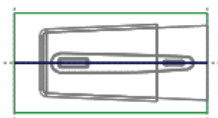

图 7.12 截面草图
(3) 绘制截面草图。选取坯料的边线和 MOLD_PARITING_PLN 基准平面为草绘参考；单击 **关闭** 按钮。绘制图 7.12 所示的截面草图（截面草图为一线段）；完成截面的绘制后，单击“草绘”操控板中的“确定”按钮 。
(4) 设置深度选项。
- ① 在操控板中选取深度类型  (到选定的)。